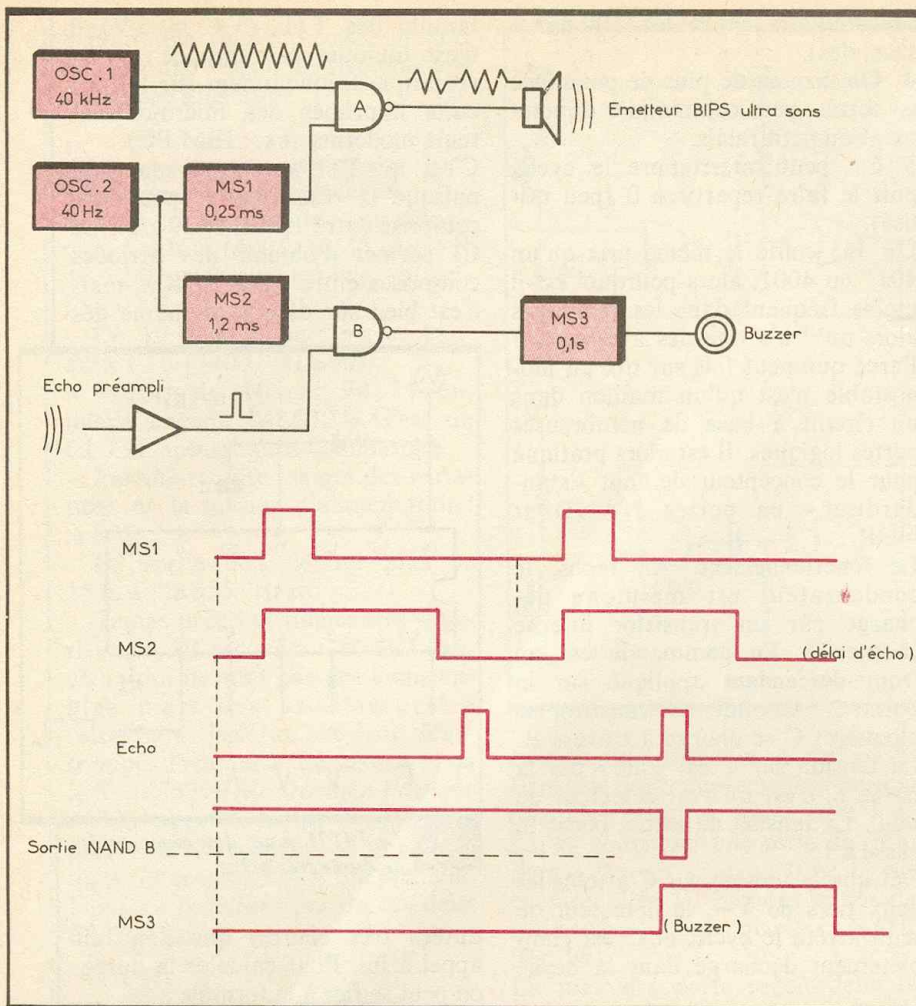

Fig. 4 A titre d'exemple, ce radar de marche arrière est géré par trois bascules monostables.
- **Synchronisations de signaux** : un exemple concret sera plus parlant : il s'agit du principe d'un radar (ou sonar) de recul pour voiture, décrit par l'auteur dans *Electronique Pratique* n° 42, page 91 (octobre 1981). Trois monostables MS1, MS2 et MS3, résolvent le problème, avec deux oscillateurs et deux portes NAND (voir fig. 4).